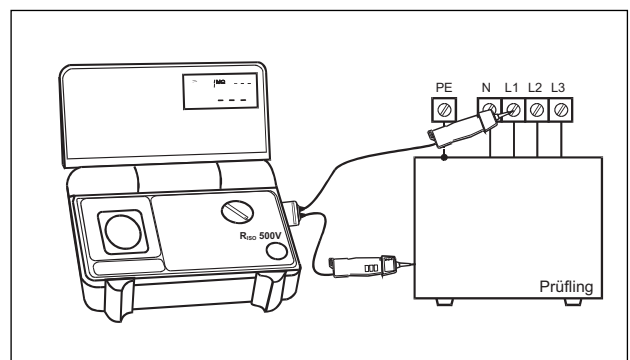

Abb.7.17
- Prüfspitzen von COMMANDER 2 (ggf. Messzubehör verwenden) mit dem Prüfling verbinden und Prüfling einschalten, siehe Abb. 7.17.